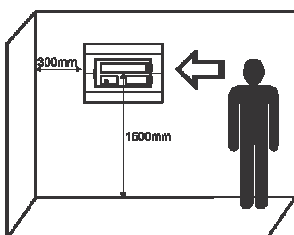

Figura 1.
- Scegliere la posizione migliore per l'installazione della centrale, lontana da sorgenti di calore, polvere e potenziale contatto con acqua in un ambiente tra -5°C e $+40^{\circ}\text{C}$ (Figura 1).